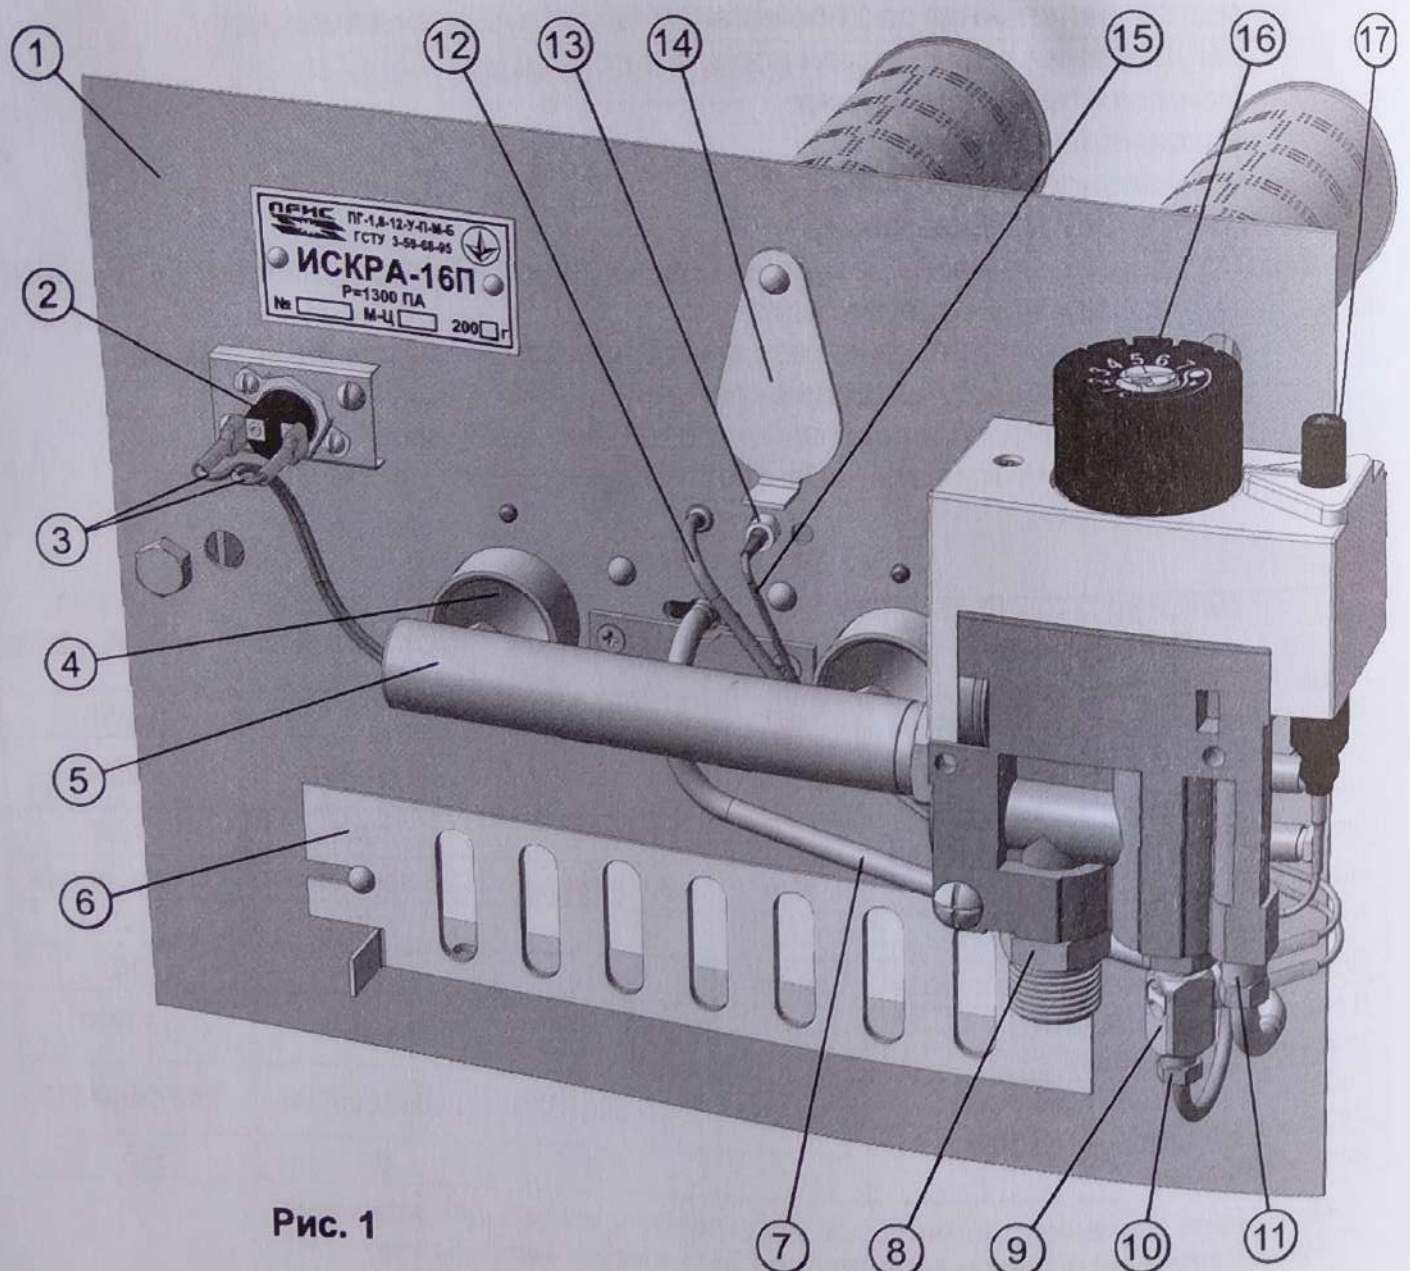
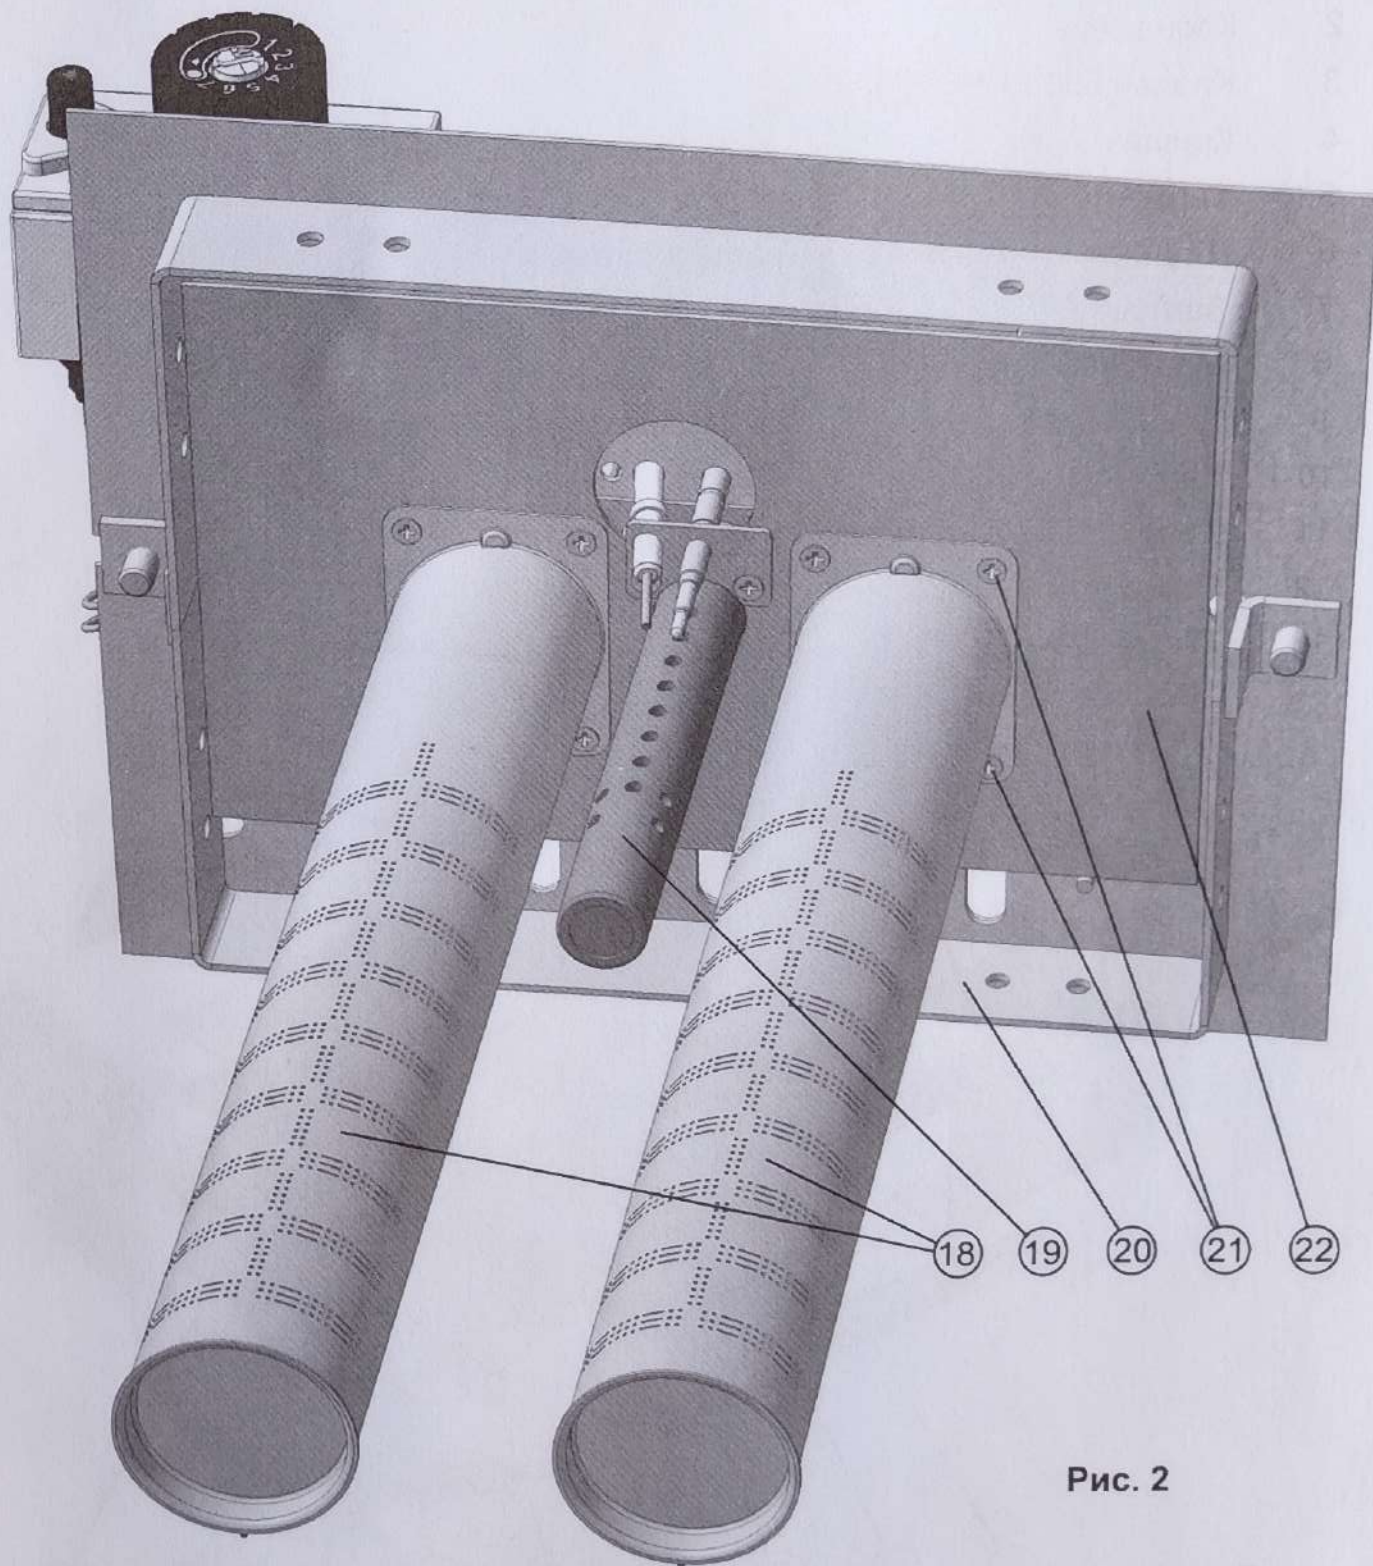

Рис. 1
Рис. 2
3.1 Пристрій газопальниковий складається з наступних вузлів і деталей (див. рис.1, рис.2):
- 5.1 Мікрофакельні пальники 18 (рис.2) закріпити до відбивача 22 гвинтами 21.